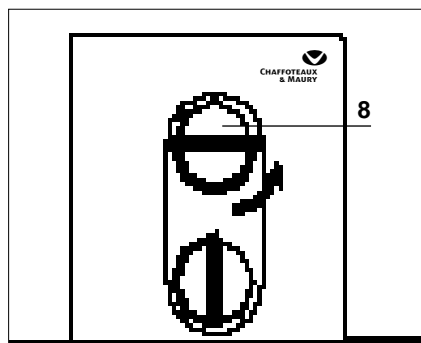

Fig. 6
4) Tournez doucement le bouton "8" dans le sens de la flèche jusqu'au repère position plein gaz « 🔥 » (fig. 6).